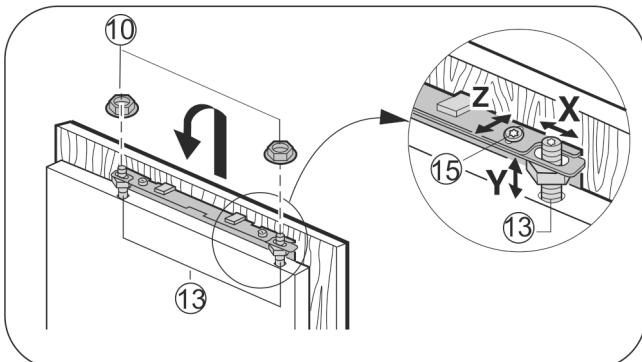

Fig. 19
- Nábytkové dvere zaveste na justovacie čapy Fig. 19 (13) a poistné matice Fig. 19 (10) na justovacích čapoch ľahko pritiahnite.
- Nábytkové dvere vyrovnejte vo výške Y a vyrovnejte bočný sklon: Justovacie čapy Fig. 19 (13) nastavte pomocou skrutkovača.
- Poistné matice Fig. 19 (10) pritiahnite.